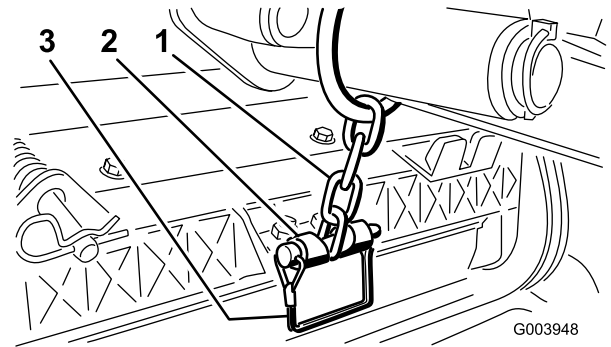

Bild 9
11. Befestigen Sie die Hubarmkette Ständer mit dem Einraststift an der Kettenhalterung (Bild 9).